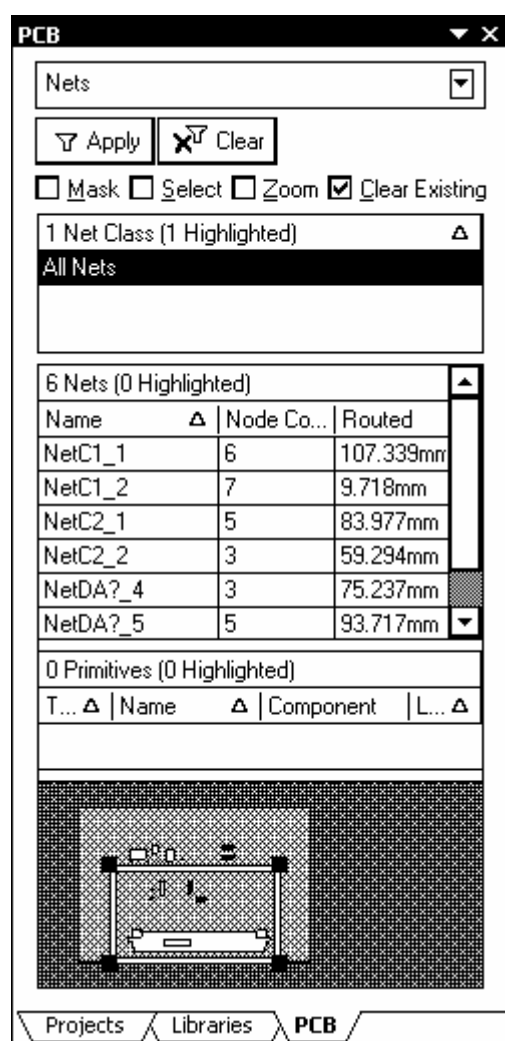

Рис. 7.1
- Щелчком левой клавиши мыши на кнопке PCB в правом нижнем углу главного окна программы вызвать выпадающее меню и активизировать плавающую панель PCB (рис. 7.1).